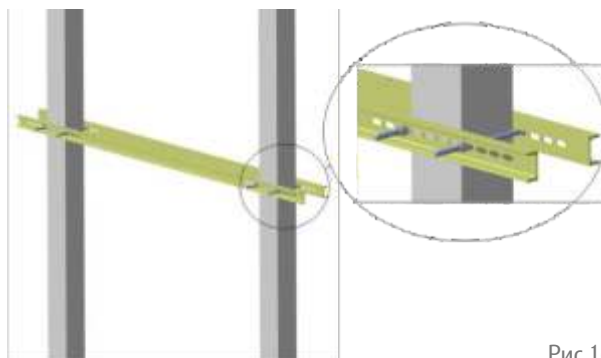

Рис.16 Монтаж опорной площадки ПУС на опоре.
- Смонтировать на проектной высоте опорную площадку (рис. 16) для установки ВМ, для чего: